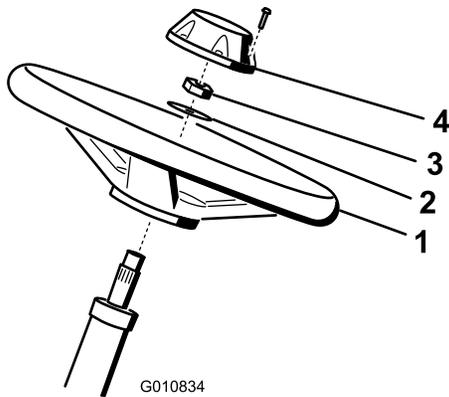

図 5
1. ハンドルをステアリングシャフトにはめ込む 図 5。
2. ワッシャをステアリングシャフトにはめ込む 図 5。
2.8-3.6 kg/m = 20-26 ft-lb にトルク締める 図 5。
4. キャップを取り付け、ボルト6本で固定する 図 5。